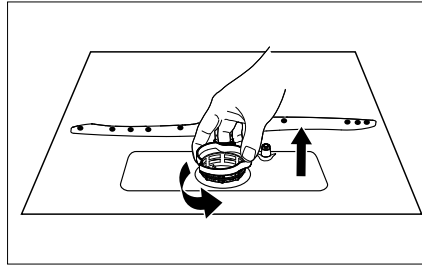

Abb. 19
- ▶ Drehen Sie den Grobfilter (a) gegen den Uhrzeigersinn und ziehen Sie aus dem Hauptfilter heraus (siehe **Abb. 19**).